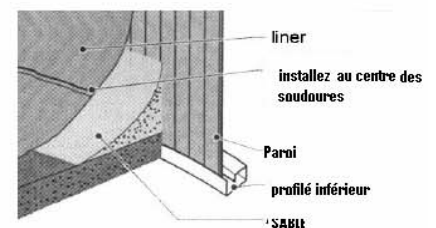

fig. 18
- j) A l'intérieur de la piscine, faites un remblai recourbé avec de la terre propre (sans pierres, ni autres objets) couvrant le sol, les profilés inférieurs et la paroi. L'hauteur ne doit pas dépasser les 7 cms (Fig. 18). Comme ça, vous éviterez que la pression de l'eau endommage et produise un glissement du liner en dessous de la paroi métallique.